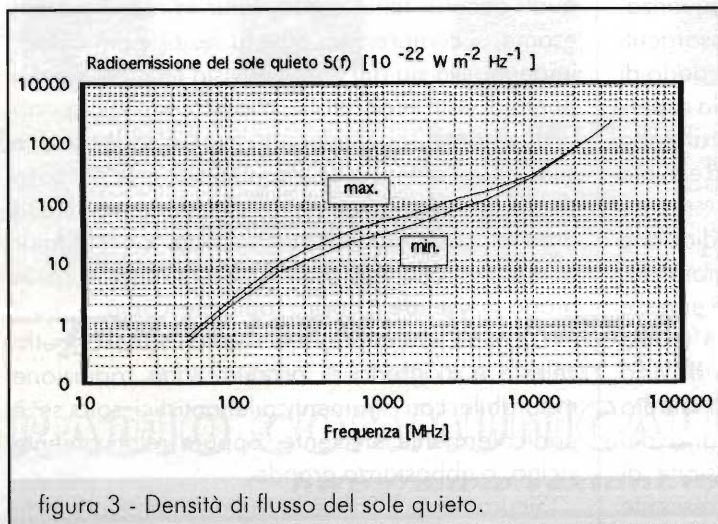

figura 3 - Densità di flusso del sole quieto.
Nella figura 3 è riportato anche lo spettro del Sole "quieto".
- RADIAZIONE TERMICA, con andamento del flusso crescente con la frequenza (vedi figura 3);
Le radiosorgenti che emettono radiazione termica si comportano, almeno in certo range di frequenze, approssimativamente come un corpo nero posto alla temperatura assoluta T [°K]. Questo tipo di radiazione (legge di Planck) si origina dall'agitazione termica delle molecole che costituiscono l'oggetto ed è proporzionale alla sua temperatura assoluta, con legge crescente con la frequenza. Esempi di oggetti celesti considerati radiosorgenti termiche sono il Sole quieto (cioè in un periodo di "calma", in assenza di centri di attività sulla superficie, vedi figura 3), la Luna e le nubi di gas rarefatto (idrogeno) posto in vicinanza delle stelle ad elevata temperatura superficiale.